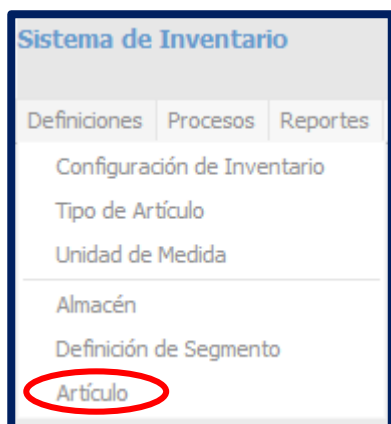

Imagen 40: Opción Almacén.
- 2.- Hacer clic en **Menú “Definiciones”** (imagen 12) → **Artículo** (imagen 40) el cual se encuentra resaltada en un ovalo de color rojo.